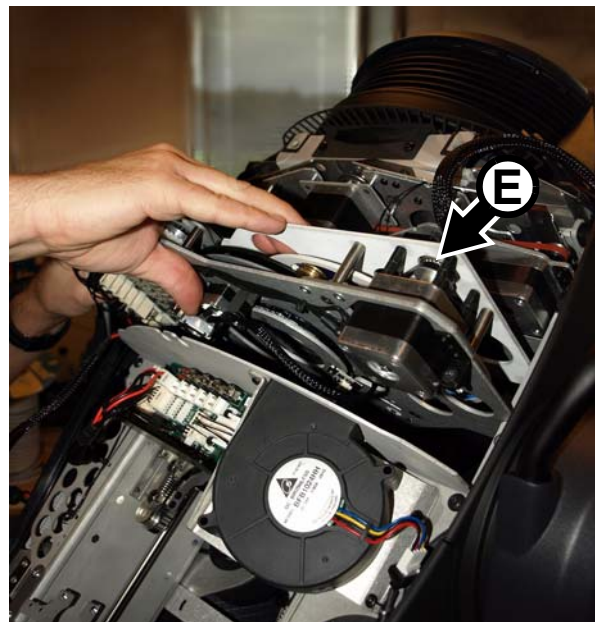

Figure 22: Démontage du module d'effets
6. Voir Figure 22. Soulevez le module d'effets **E** hors de la tête et placez-le sur une surface plate.